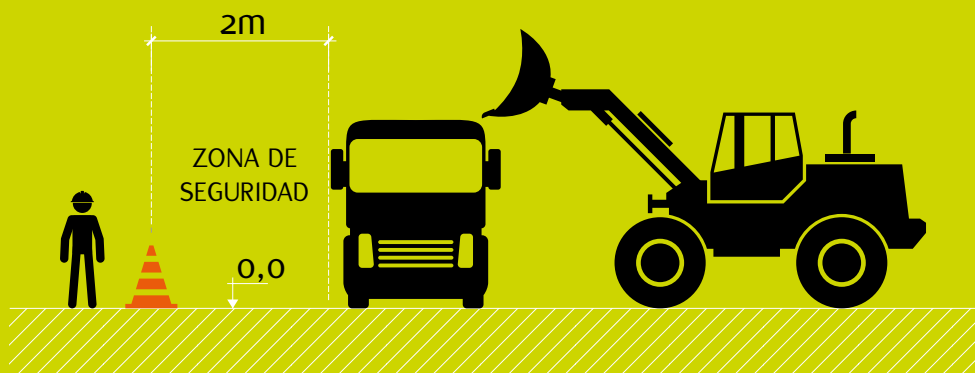

Figura 3. Distancia de seguridad en carguío de camiones.
- 3.5. Durante las tareas de carga de escombros se debe establecer una distancia de seguridad libre de tránsito de personal y/o trabajos de, a lo menos, 2 m por el lado contrario al costado donde se realiza la carga. (Figura 3).
- 4.4. Durante las tareas de carga de material producto de la excavación se debe establecer una distancia de seguridad libre de tránsito de personal y trabajos de, a lo menos, 2 m por el lado contrario al costado donde se realiza la carga. (Figura 3).